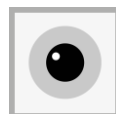

**Figure 21.** Fixation des LEDs sur la pièce P3.
- b. Placez les plaques d'essai contenant les LEDs sur P3 (**Fig. 21** ; le câblage n'est pas représenté ici pour faciliter la visualisation). \*Suivez les étapes c) et d) avant de terminer l'étape b).